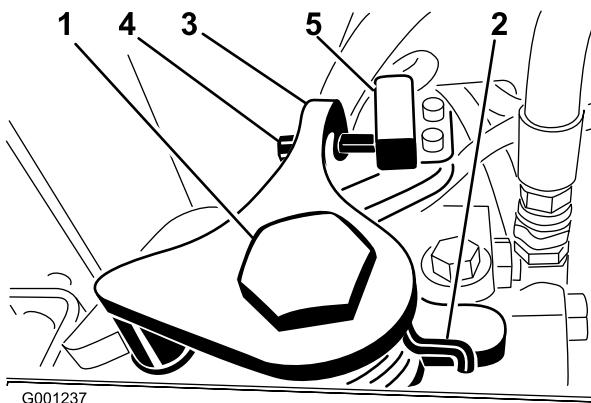

図 56
3. 走行調整カムの反対側にある固定ネジをゆるめる (図 56)。
7. ニュートラル復帰アームのネジ（図 56）を調整してネジの端部とスイッチとの隙間を2~3 mmとする。